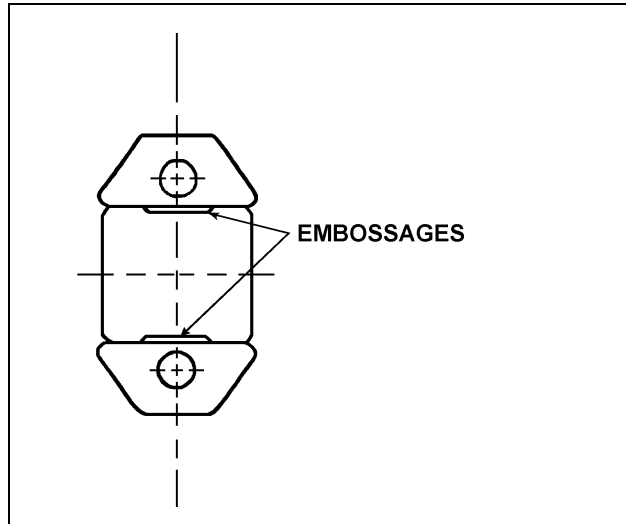

FIGURE 2: ATTACHES AVANT MEULAGE
5. Meuler les embossages à égalité avec la surface adjacente à l'aide d'une meule (voir la fig. 2).